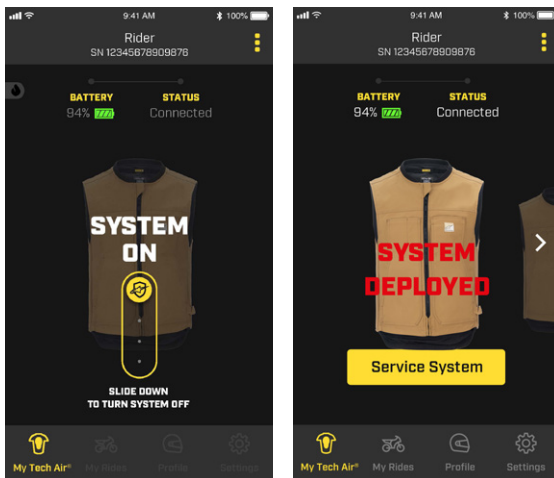

Abbildung 19
Während der Fahrt ist der Modus "SYSTEM EIN" aktiv und der Benutzer kann aus Sicherheitsgründen nicht auf die meisten Funktionen der App zugreifen. Falls das System vom Benutzer deaktiviert werden muss, z. B. während einer anstrengenden Fahrt im Gelände, kann das System über das Schiebeseymbol in der App ausgeschaltet werden (siehe Abbildung 19). Um das System wieder zu aktivieren, öffnen und schließen Sie den Aktivierungsreißverschluss (1).
Im Falle der Bereitstellung zeigt die App den entsprechenden Status mit dem Wortlaut "SYSTEM DEPLOYED" an, wie in Abbildung 19 dargestellt.